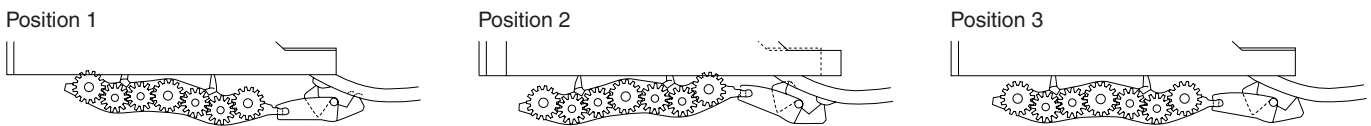

Fig. 6
- ① Schublade 3 kann ein- und ausgefahren werden zum Einlegen einer CD (Steuerhebel 3 in Position 1, Fig. 6).
- ② Schublade 3 kann in Stellung SET-UP gebracht werden zum Abspielen einer CD (Steuerhebel 3 in Position 2, Fig. 6).
- ③ Es wird versucht eine CD in Schublade 3 zu lesen (alle Steuerhebel in Position 3, Fig. 6).
- ① Tray 3 can be ejected and closed to insert a CD (tray lever 3 is in position 1, Fig. 6).
- ② Tray 3 can be moved in position SET-UP to play a CD (tray lever 3 is in position 2, Fig. 6).
- ③ Drive tries to read a CD in tray 3 (all tray levers are in position 3, Fig. 6).
- ④ Schublade 1 kann ein- und ausgefahren werden zum Einlegen einer CD (Steuerhebel 1 in Position 1, Fig. 6).
- ⑤ Schublade 2 kann ein- und ausgefahren werden zum Einlegen einer CD (Steuerhebel 2 in Position 1, Fig. 6).
- ⑥ Schublade 2 kann in Stellung SET-UP gebracht werden zum Abspielen einer CD (Steuerhebel 2 in Position 2, Fig. 6).
- ⑦ Es wird versucht eine CD in Schublade 2 zu lesen (alle Steuerhebel in Position 3, Fig. 6).
- ⑧ Schublade 3 kann ein- und ausgefahren werden zum Einlegen einer CD (Steuerhebel 3 in Position 1, Fig. 6).
- ⑨ Schublade 1 kann ein- und ausgefahren werden zum Einlegen einer CD (Steuerhebel 1 in Position 1, Fig. 6).
- ⑩ Schublade 1 kann in Stellung SET-UP gebracht werden zum Abspielen einer CD (Steuerhebel 1 in Position 2, Fig. 6).
- ⑪ Es wird versucht eine CD in Schublade 1 zu lesen (alle Steuerhebel in Position 3, Fig. 6).
- ⑫ Schublade 2 kann ein- und ausgefahren werden zum Einlegen einer CD (Steuerhebel 2 in Position 1, Fig. 6).
- ⑬ Schublade 3 kann ein- und ausgefahren werden zum Einlegen einer CD (Steuerhebel 3 in Position 1, Fig. 6).
- Die inaktiven Steuerhebel befinden sich immer in Position 3 (neutral, Fig. 6).
- ④ Tray 1 can be ejected and closed to insert a CD (tray lever 1 is in position 1, Fig. 6).
- ⑤ Tray 2 can be ejected and closed to insert a CD (tray lever 2 is in position 1, Fig. 6).
- ⑥ Tray 2 can be moved in position SET-UP to play a CD (tray lever 2 is in position 2, Fig. 6).
- ⑦ Drive tries to read a CD in tray 2 (all tray levers are in position 3, Fig. 6).
- ⑧ Tray 3 can be ejected and closed to insert a CD (tray lever 3 is in position 1, Fig. 6).
- ⑨ Tray 1 can be ejected and closed to insert a CD (tray lever 1 is in position 1, Fig. 6).
- ⑩ Tray 1 can be moved in position SET-UP to play a CD (tray lever 1 is in position 2, Fig. 6).
- ⑪ Drive tries to read a CD in tray 1 (all tray levers are in position 3, Fig. 6).
- ⑫ Tray 2 can be ejected and closed to insert a CD (tray lever 2 is in position 1, Fig. 6).
- ⑬ Tray 3 can be ejected and closed to insert a CD (tray lever 3 is in position 1, Fig. 6).
- The inactive tray levers are always in position 3 (neutral, Fig. 6).